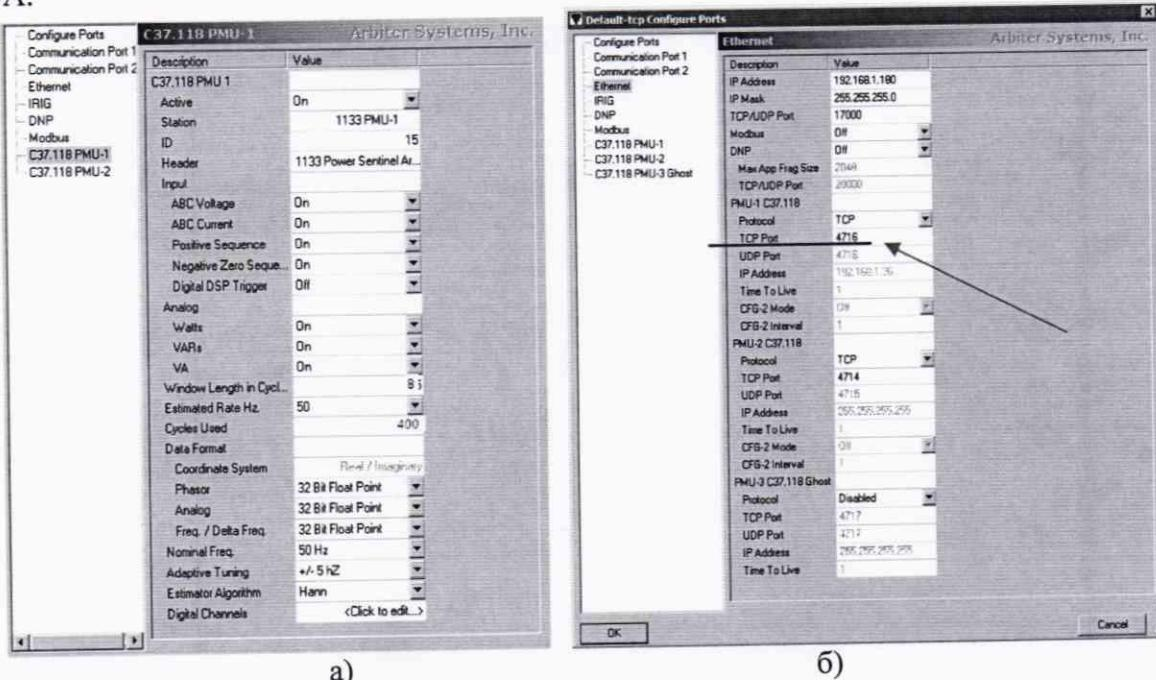

Рисунок 3
7.3.4.8 В ПО PSCSVTM выберите меню Connection > Configure> Communication Ports > C37.118 PMU1, (рисунок 3а)) установить для счетчика 1133A:
7.3.4.9 Задать параметры конфигурации порта Ethernet, рисунок 3б). Из ниспадающего списка для PMU-1 C37.118 выбрать протокол TCP и записать номер TCP порта (4716, рисунок 3б) определенный ПО PSCSVTM, (номер TCP порта необходим для связи со счетчиком 1133 A в программе UVItest) и нажать кнопку OK для записи параметров в память счетчика 1133A.